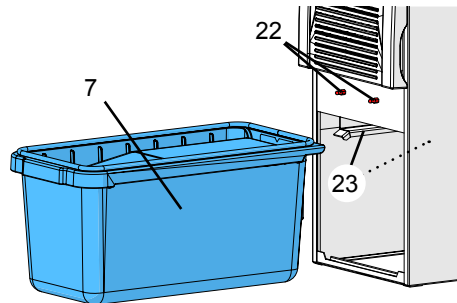

рис. 16
- ⇒ Проверьте уплотнители ящика для пыли (24) на наличие повреждений, в случае необходимости замените.
- ⇒ Задвиньте ящик для пыли до упора. При этом следите за тем, чтобы ящик для пыли был правильно вставлен (23, рис. 16).
- ⇒ Подвесьте снизу фронтальную заслонку (5, рис. 1) и защелкните фиксаторы (22, рис. 16) сверху.